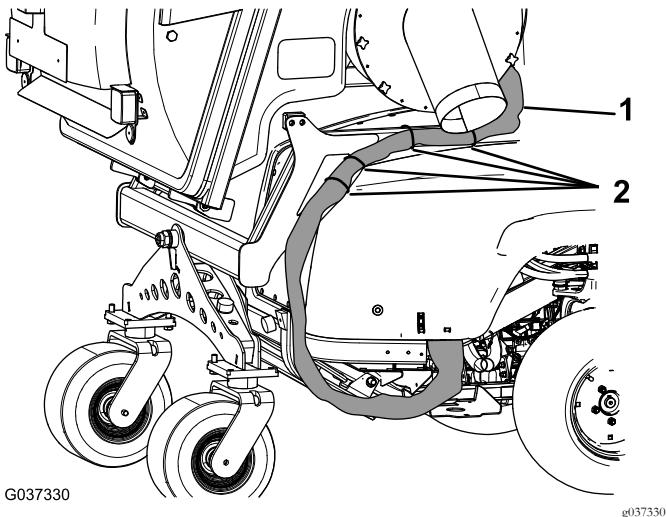

Figura 10
3. Fissate il fascio al telaio portante con 4 fascette per cavi nelle posizioni mostrate nella Figura 10.
1. Disponete il gruppo dei flessibili idraulici e del cablaggio preassemblato verso il basso sui raccordi precedentemente montati con il Kit modello 30801 o 30898 (Figura 10).